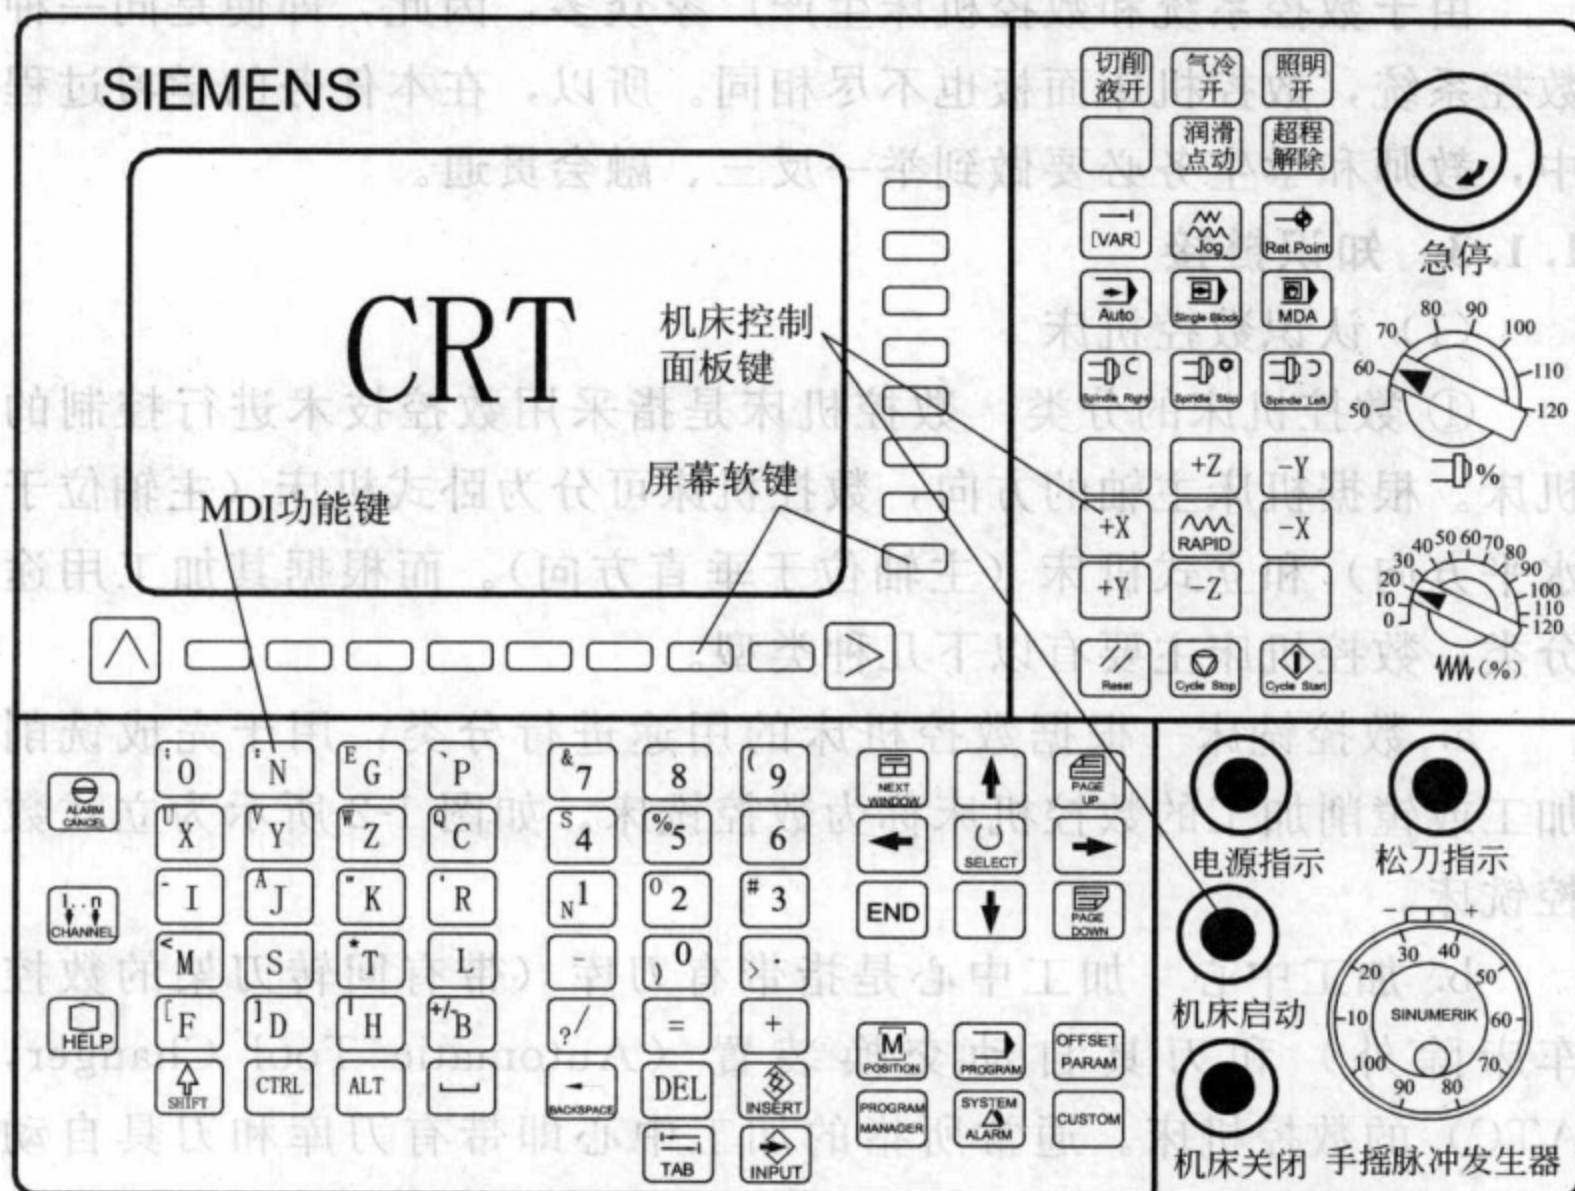

图 1-1 SIEMENS 802D 数控铣床系统操作界面
掌握如图 1-1 所示 SIEMENS 802D 面板的各按钮的功能，并对每一功能进行标注。
- 标注图 1-1 中各功能按钮的含义及功能；
a. SIEMENS（西门子）数控系统 SIEMENS 数控系统由德国西门子公司开发研制，该系统在我国数控机床中的应用相当普遍。目前，在我国市场上，常用的 SIEMENS 系统有 SIEMENS 840D/C、SIEMENS 810T/M、802D/C/S 等型号。以上型号除 802S 系统采用步进电机驱动外，其他型号系统则采用伺服电机驱动。SIEMENS 802D 铣床数控系统操作界面如图 1-1 所示。
由于数控机床的生产厂家众多，因此，同一系统数控机床的操作面板各不相同，但由于同一系统的系统功能相同，因此操作也基本相似。现以江苏常州多棱机床厂生产的 TK7650A 为例，来说明面板上各按钮的功能，该机床以 SIEMENS 802D 作为数控系统，机床总面板如图 1-1 所示。